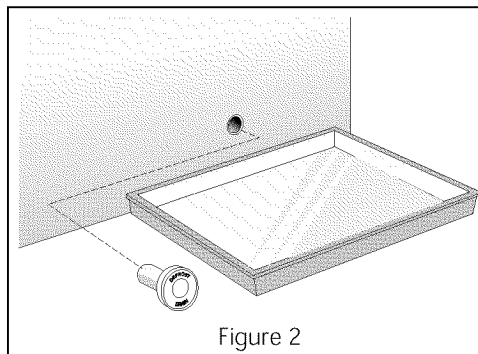

Figure 2
3. En haut de la caisse, enlevez le couvre-charnière en plastique et rabattez-le (figure 2).
- **Sur les modèles horizontaux** avec vidange de l'eau de dégivrage, placez un récipient creux ou le diviseur/plateau de dégivrage (fourni avec certains modèles) sous l'orifice de vidange (figure 2). Un adaptateur de tuyau de jardin d'un demi-pouce peut servir à vidanger le congélateur directement dans un drain de plancher (figure 3). Si votre modèle n'est pas muni d'un adaptateur, veuillez en acheter un à n'importe quelle quincaillerie. Sortez la bonde à l'intérieur du congélateur et enlevez le bouchon de vidange extérieur (figure 4). L'eau du dégivrage va s'écouler. Vérifiez de temps à autre que l'eau ne déborde pas. Remettez en place le bouchon de vidange et la bonde une fois le dégivrage terminé.